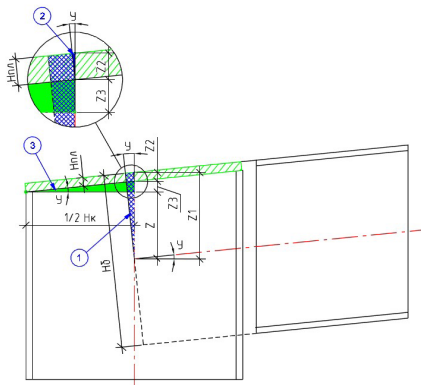

Рис. 30. Определение координаты Z
В узле (рис. 30) видим, что расстояние  $Z = Z1 - Z2 - Z3$ . Рассмотрим три прямоугольных треугольника ① ② ③ и определим требуемые значения Z1, Z2 и Z3.